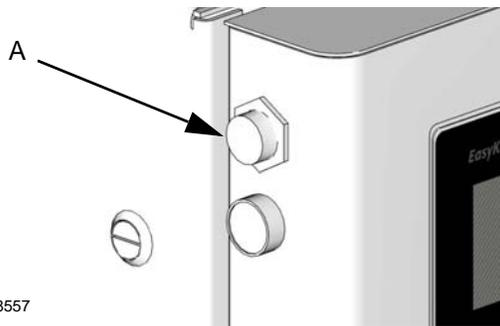

FIG. 31: Conexión de web EasyKey
Los cables Patch se utilizan para conectar cada unidad TOF 200 a la red local y a la conexión de web ProMix (A) en el panel EasyKey. Vea FIG. 31.